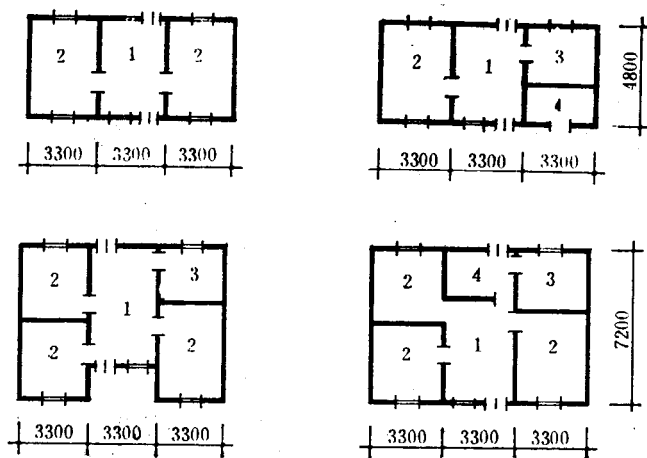
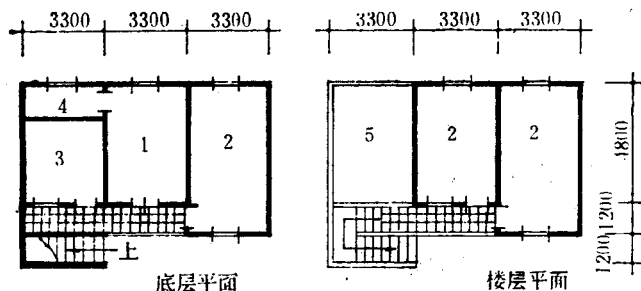

图5 平房平面系列图 (单位: 毫米)
图6: 楼房二开间基本组合图 (单位: 毫米)
3.3×7.2米(图5), 这样能灵活地组合出15—17平方米的堂屋和大卧室; 11—12平方米的小卧室; 8—9平方米的厨房; 5—8平方米的贮藏室等。楼房可用6米进深, 二开间的基本组合, 不但节约土地, 布局也较紧凑合理(图6)。